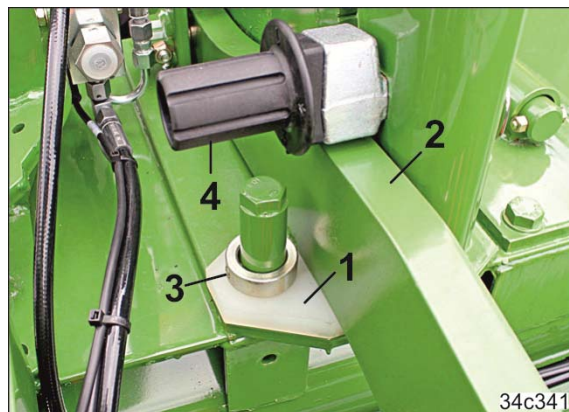

图 91
3. 将两个避震器 (图 91/1) 和定位环 (图 91/3) 一同固定在土壤耕作机上的支撑臂 (图 91/2) 下部。
4. 将在调节机构中的深度调节销 (图 91/4) 别在最下部并且用制轮楔固定。